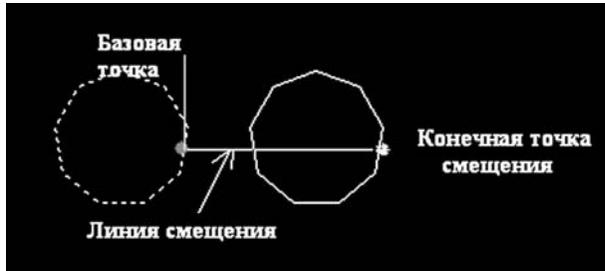

Рис. 4.9. Смещенная копия объекта
- В результате получим копию первого объекта (рис. 4.9).